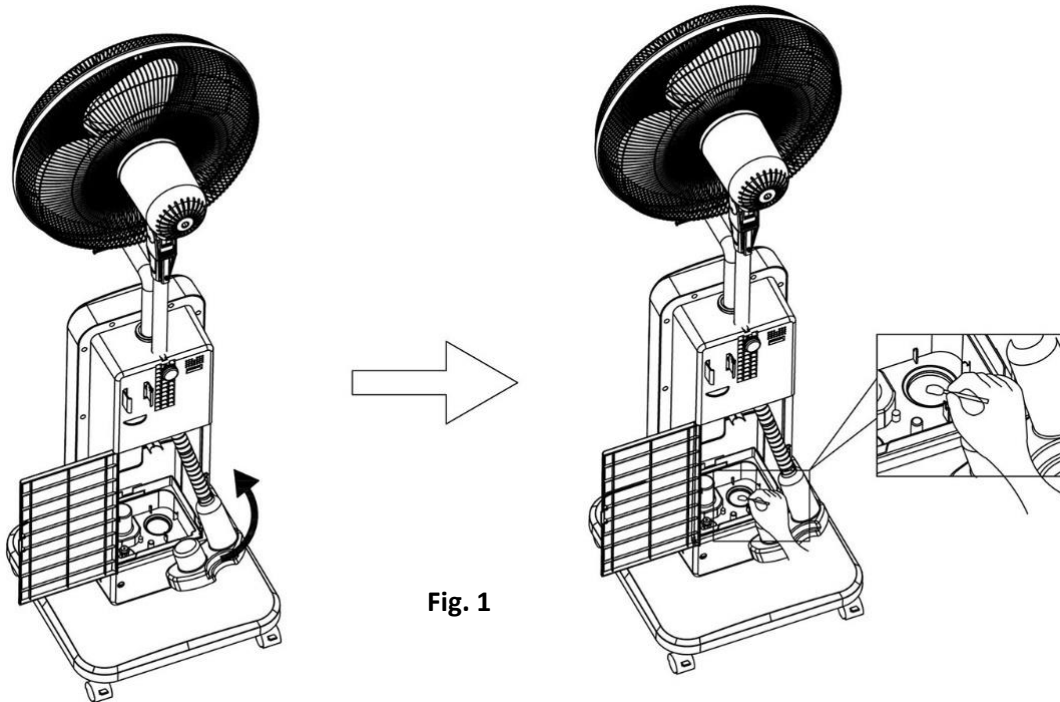

Fig. 1
4. Veeg de ultrasonische triller voorzichtig schoon met een wattenstaafje dat in een reinigingsmiddel is gedept. (Fig. 1)